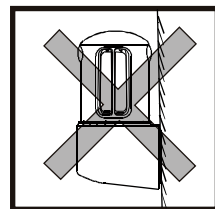

Fig. 3
7. Bei Außenmontage den Sensorkopf nicht nach oben drehen, da der Sensor durch Wasser beschädigt werden kann. Abb. 3